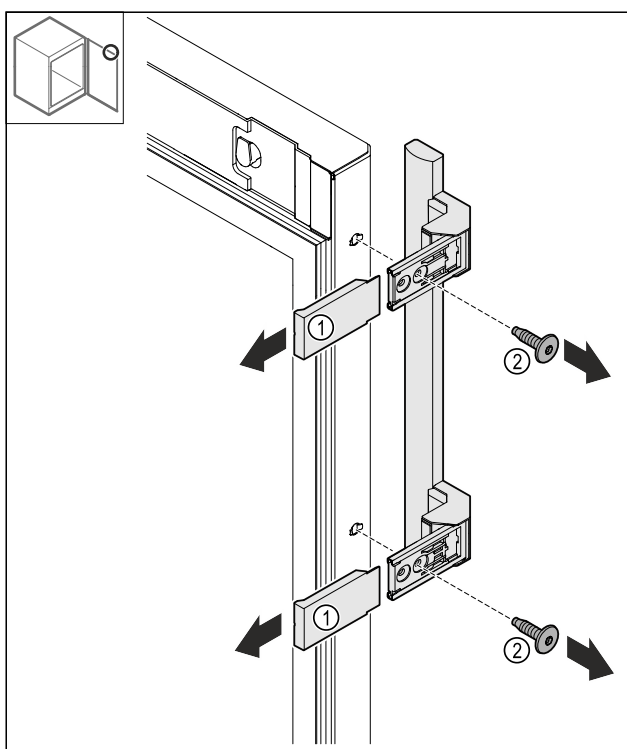

Fig. 24
- Tõmmake katted Fig. 24 (1) maha.
- Vabastage kruvid Fig. 24 (2).